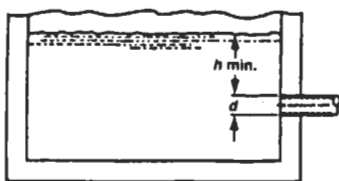

Figure 2
3.6. Le diamètre (d) et la hauteur de submersion (h) de l'orifice d'entrée du tuyau d'aspiration doivent être suffisants pour empêcher l'aspiration d'air par vortex (V. fig. 2 à 5).